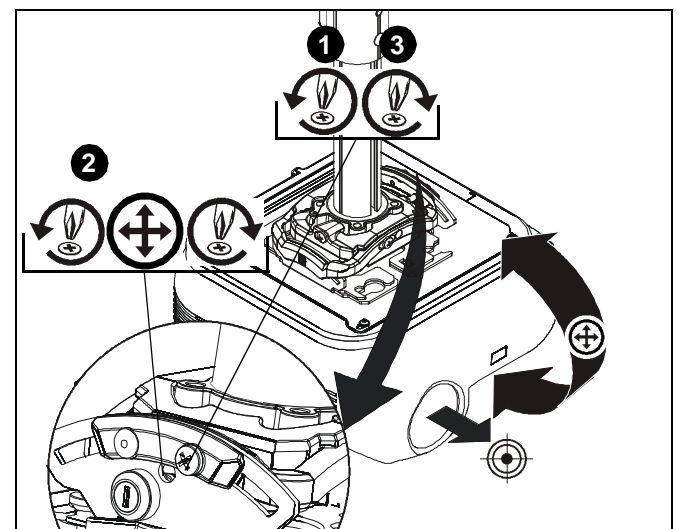

Abb. 18
1. Lösen Sie die Feststellschraube für die Einstellung der Drehung um die QUERACHSE mit einem Nr. 2-Kreuzschlitzschraubendreher. (Siehe Abb. 18)
2. Drehen Sie die Mikro-Justierschraube zur Einstellung der Drehung um die QUERACHSE mit einem Nr. 2-Kreuzschlitzschraubendreher nach rechts oder links, bis das Bild auf dem Ziel korrekt ausgerichtet ist. (Siehe Abb. 18)
3. Ziehen Sie die Feststellschraube für die Einstellung der Drehung um die QUERACHSE mit einem Nr. 2-Kreuzschlitzschraubendreher fest. (Siehe Abb. 18)